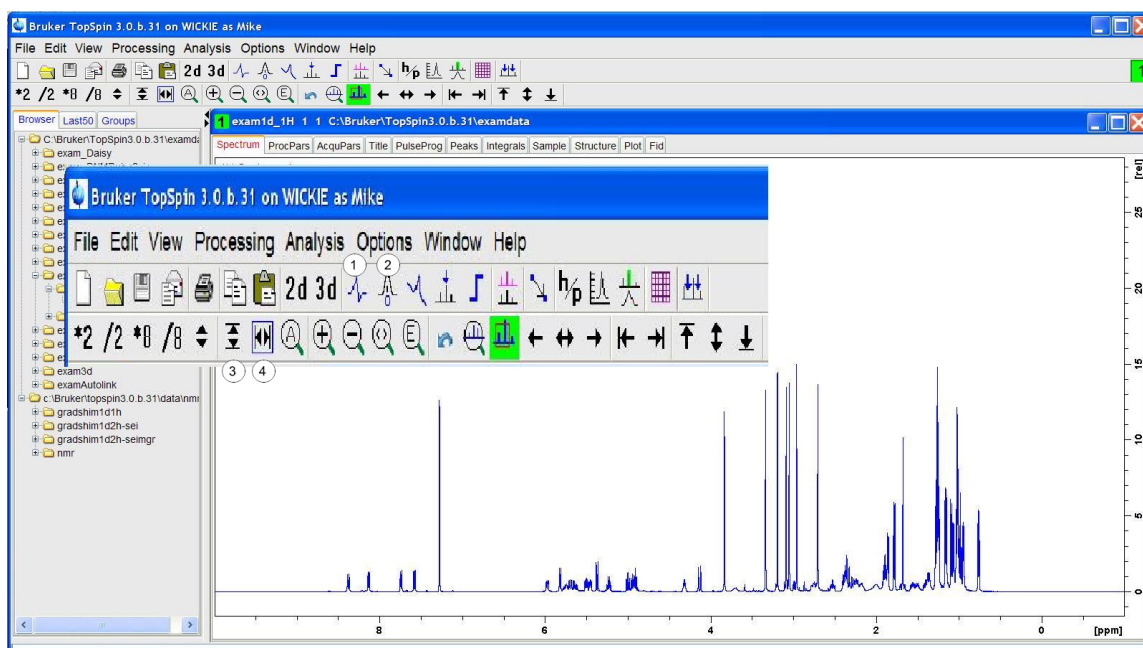

Figure 7.3: Quelques caractéristiques utiles de la fenêtre principale TopSpin
Si à un certain stade, les données disparaissent de l'écran, cliquez sur les fonctions de cadrage présentées dans Figure 7.3 pour restaurer les données à l'écran.
3. Pour remettre à zéro le spectre horizontal et afficher le spectre entier, cliquez sur le bouton de cadrage comme indiqué dans Figure 7.3.